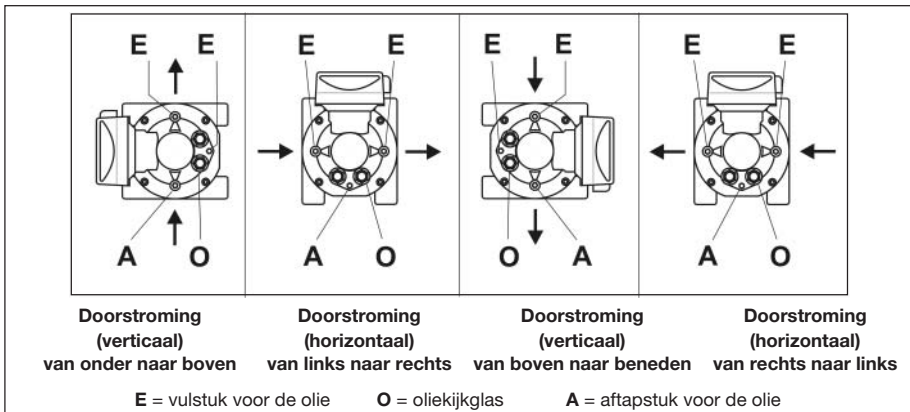

Fig. 6: Toelaatbare gebruiksposities, vullen met olie en oliepeilweergave, **type RVG**
- Er bevinden zich drie vulopeningen resp. aftapopeningen en twee oliekijkglazen aan de voor- en (optioneel) achterkant van de meter (fig. 6).
- Draai de inlaatschroef (E, fig. 6) in het voorste deksel van de behuizing eruit.
- Verwijder de inlaatschroef (E) in het achterste deksel van de behuizing, zodat de olie beter in de achterste kamer stromen kan.